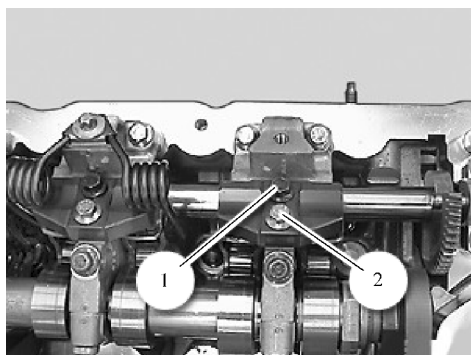

图 14-20 松开滑块螺栓
11) 如图 14-20 所示，松开螺栓 2 和定位螺栓 1，取下滑块并有序地放置。
15) 安装滑块, 装入定位螺栓 1、螺栓 2, 如图 14-20 所示。将两螺栓用  $5\text{N} \cdot \text{m}$  的力矩拧紧, 然后再将两螺栓重新松开  $90^\circ$ 。